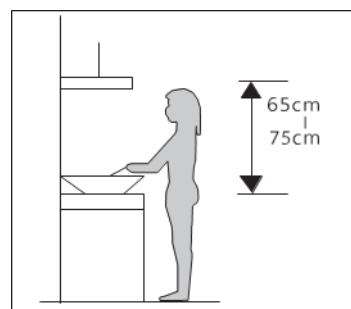

Figura 1
6. Para obter o melhor efeito, o exaustor deve ser colocado a uma distância de 65-75 cm da superfície onde cozinha. Ver figura 1.